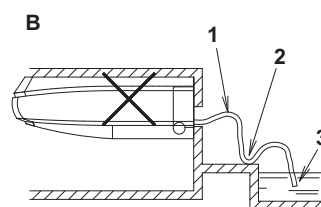

Bild 24
- Välj ett rör med en diameter som är minst lika stor som dräneringsslangen (1) (tillbehör) (PVC-rör, nominell diameter 20 mm, utvändig diameter 26 mm).
- Installera dräneringsröret så kort som möjligt, med en lutning nedåt med minst 1/100 för att förhindra att luftfickor bildas. (Se **bild 23** och **bild 24**)